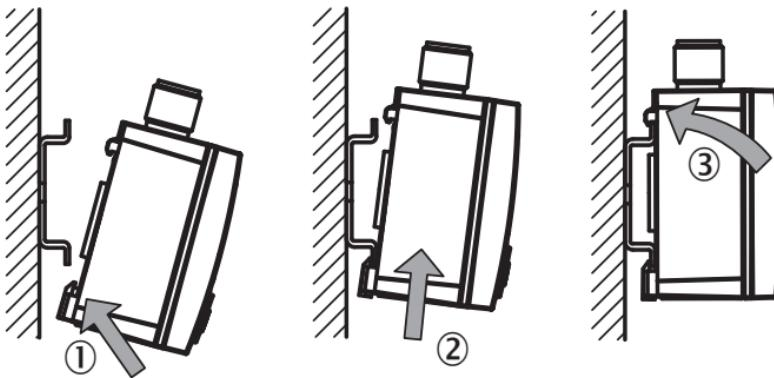

Рисунок 7: Монтаж на U-образнойшине
- Для монтажа установите PAC50 нижней крепежной направляющей на U-образнойшине (см. рисунок 7 ①) и наклоните PAC50 вверх, пока он не войдет в зацепление (см. рисунок 7 ② и ③).